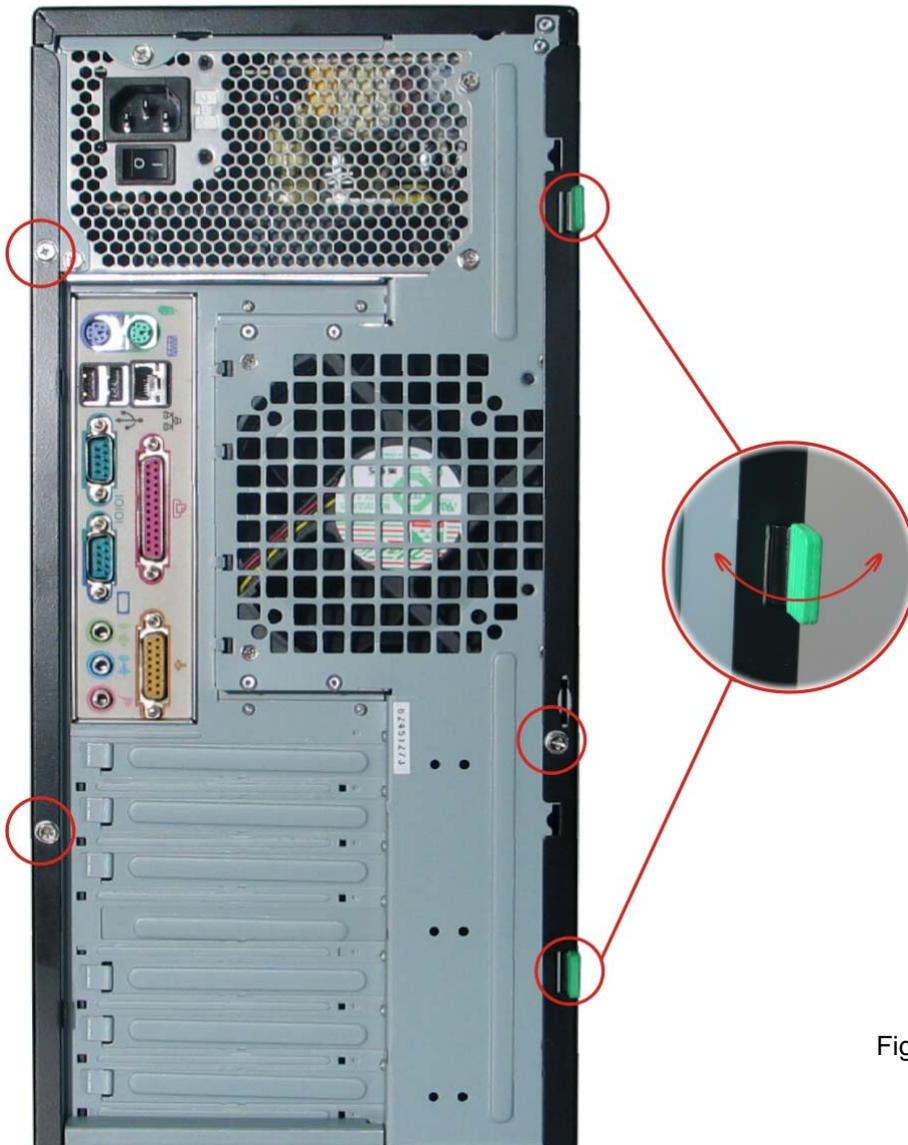

Figura 6 Rimozione della copertura
3. Svitando le viti e facendo pressione sugli agganci come evidenziato in figura 6, sbloccare le coperture.